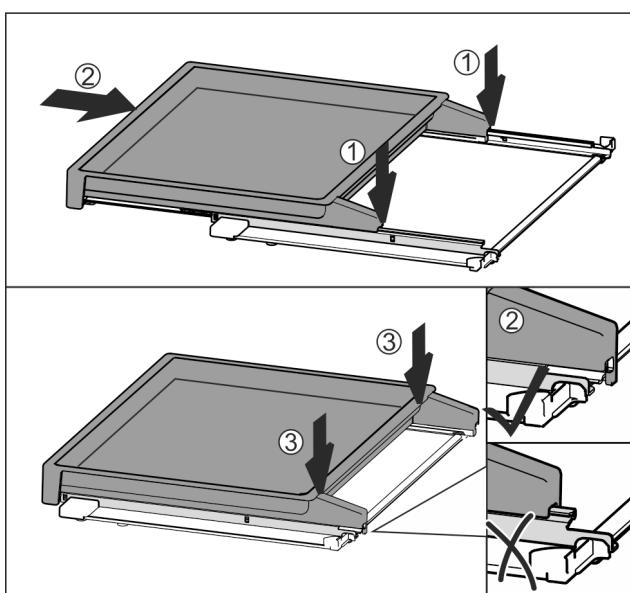

Fig. 134
- Nasadte vyťahovaciu poličku centricky na koľajničky Fig. 134 (1).
- Úplne zasuňte vyťahovaciu poličku Fig. 134 (2).
- Tlačte na zadnú stranu, kým počutelne nezapadne Fig. 134 (3).